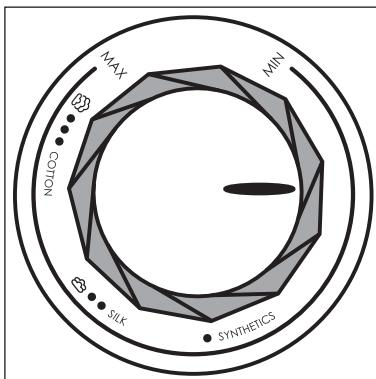

Fig. 2
- 3) Ajuste la temperatura adecuada con el regulador de temperatura **6** (consulte la tabla inferior y la fig. 2).